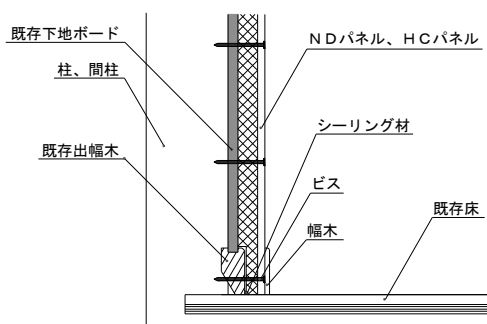

図12 幅木が外せない場合の壁下端納まり図(例)
- ・ 既存の幅木が外せない場合は、断熱材を切り欠き図12のように施工してください。